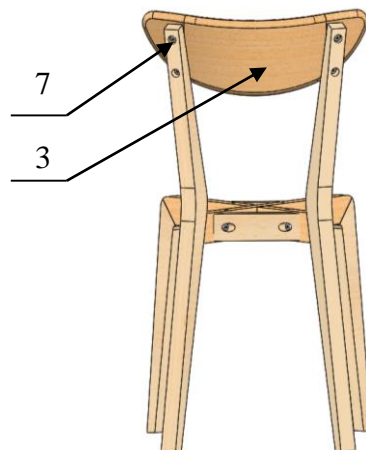

Рис.2
- 2.2. Присоединить к собранному каркасу спинку в сборе (3) при помощи винтов-стяжек (7). (Рис.2).